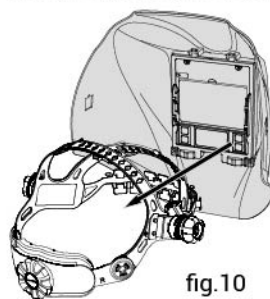

fig.10
- Retire completamente el arnés original (véase la fig. 10).